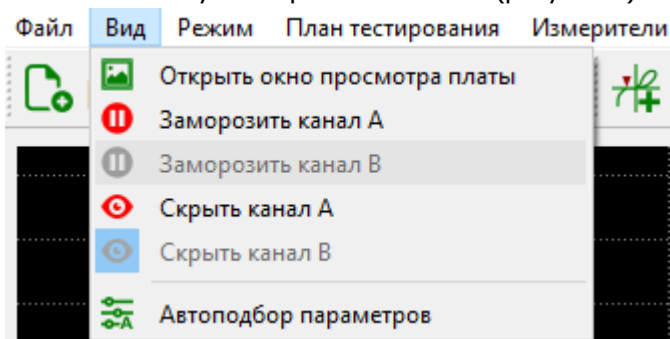

Рисунок 9. Элемент интерфейса фиксации ВАХ
- Для фиксации ВАХ, на основном экране, воспользуйтесь кнопками заморозки   или перейдите во вкладку "Вид" и нажмите кнопку "Заморозить канал А" (рисунок 9).